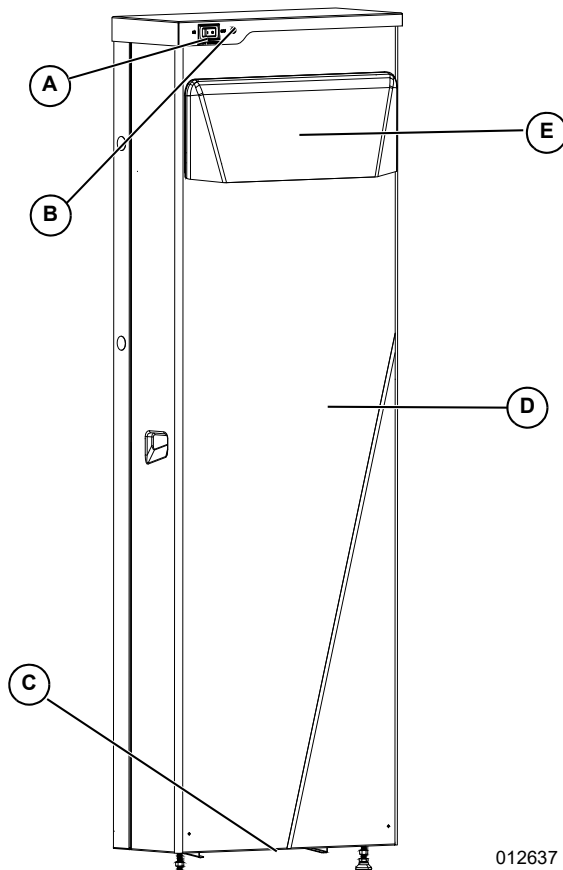

Figura 2-5. Ubicaciones de los componentes
Consulte la **Figura 2-5**. El interruptor de desconexión de la batería (A) desconecta la pila de baterías de los componentes electrónicos del sistema de monitoreo de la batería (BMS, battery monitoring system).
Consulte la **Figura 2-5**. El color y el intervalo estroboscópico del LED (B) comunican el estado de la batería.